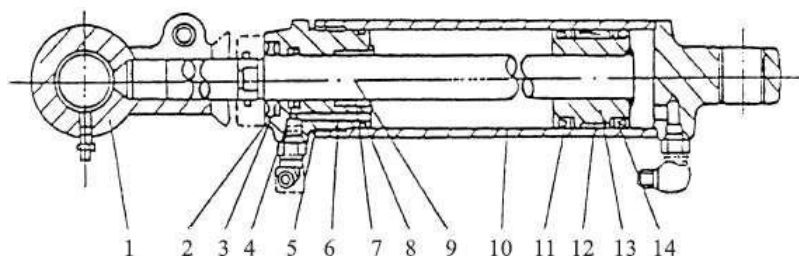

Рис. 10-15. Цилиндр наклона:
10.8. Цилиндр наклона (Рис. 10-15).